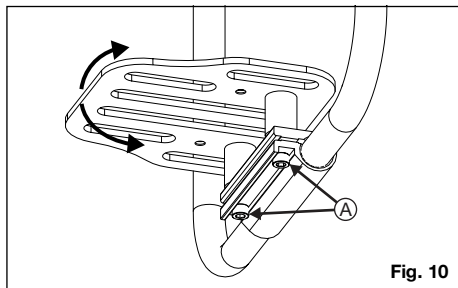

Fig. 10
1. Løsn de to skruer (fig. 10:A) under fodstøtten med en 4 mm unbrakonøgle.
2. Drej fodstøtten til den ønskede vinkel og sikr den ved at stramme de to skruer igen (fig. 10:A).